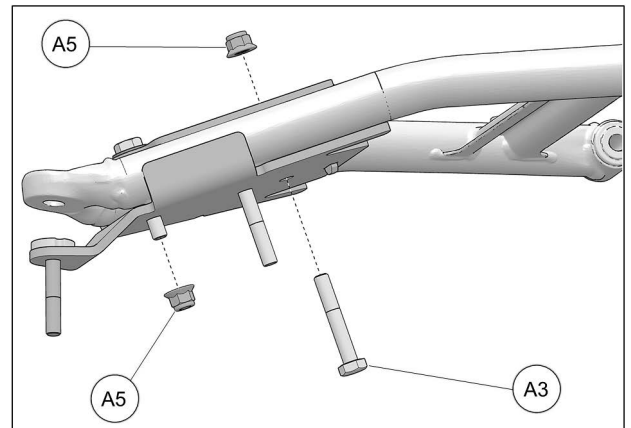

Fig. 29
12. Insérer le boulon M10x65mm (A3) au trou arrière par le dessous de l'ancrage. Assembler les deux parties avec les écrous (A5) fournis. Serrer les écrous (A5) à un couple de 50 Nm [37 lb•pi]. Voir la Fig. 29